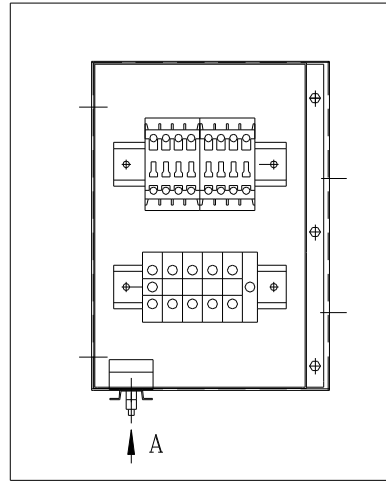

Fig. 2
- b) Para rearmar el aparato, llenar el baño-maría de agua y pulsar el botón rojo "A" ( Fig. 2).